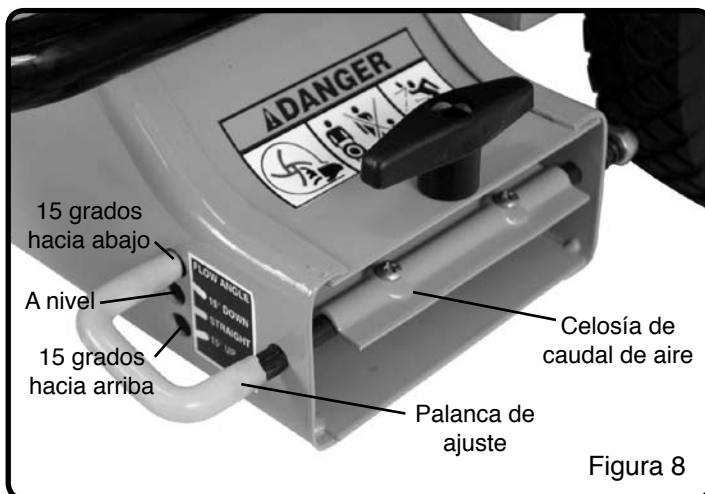

Figura 8
La dirección del caudal de aire vertical puede ajustarse entre 3 posiciones: Derecho (a nivel), 15 grados hacia arriba y 15 grados hacia abajo. Consulte la figura 8 cuando efectúe los siguientes pasos de ajuste:
2. Gire la palanca de ajuste vertical hasta la posición a nivel (consulte la figura 8)